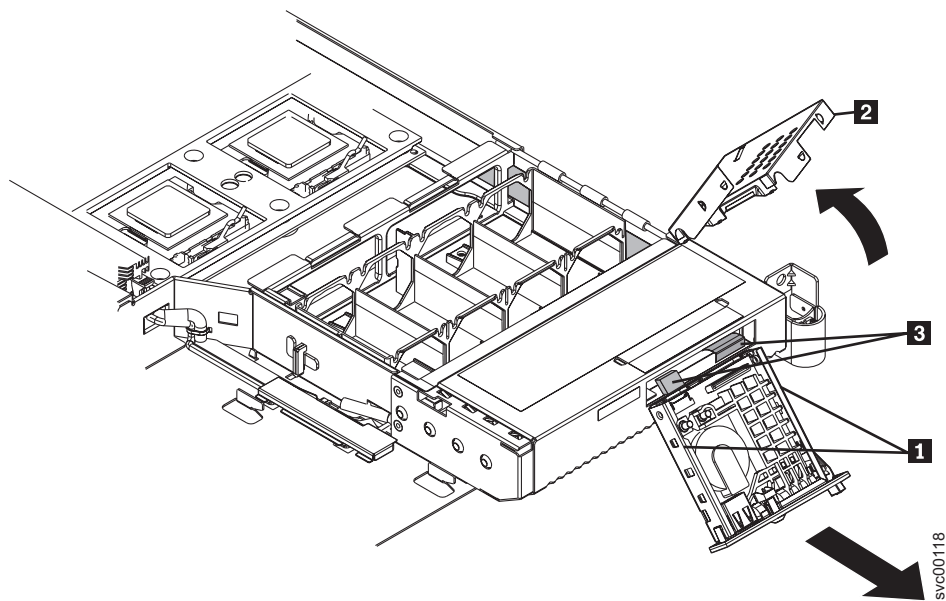

図 211. オペレーター情報パネルが見える SAN ボリューム・コントローラー 2145-8F2
5. 小さなねじ回しを使用して、オペレーター情報パネル・アセンブリーの側面にある保持スプリング (図 211 の **1**) を押し込みます。
8. アセンブリー・カバー (図 211 の **2**) を上に回転して、オペレーター情報パネル・アセンブリーから外します。
9. アセンブリーの後部から 2 本のケーブル (630 ページの図 211 の **3**) のプラグを抜きます。